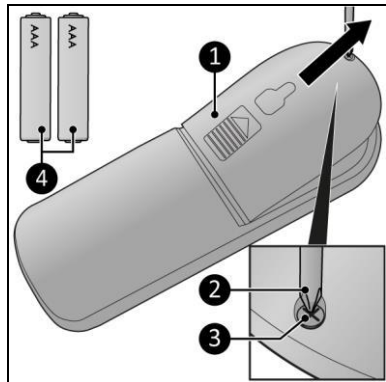

Abbildung 13
1. Entfernen Sie die Schraube (Abbildung 13, Pos. 3) mit einem Phillips Kreuzschlitzschraubendreher (Abbildung 13, Pos. 2).
2. Entfernen Sie die Abdeckung (Abbildung 13, Pos. 1).
4. Legen Sie zwei Batterien (AAA 1,5 V) (Abbildung 13, Pos. 2) wie im Batteriefach angegeben ein. Stellen Sie sicher, dass die Batterien richtig eingelegt sind.
5. Entfernen Sie die Batterien aus der Fernbedienung (Abbildung 13).